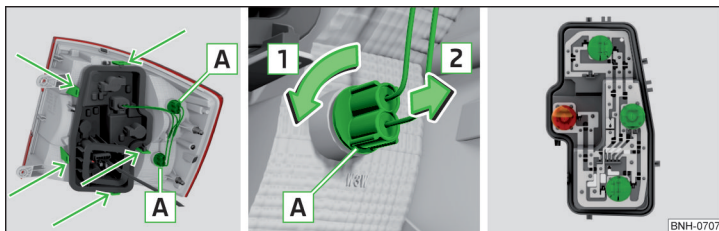

Fig. 278 Partea exterioră a lămpii/Scoaterea becului/Suportul de lampă
- › Rotiți soclul, împreună cu becul cu incandescentă **A** în sensul săgeții **1** » fig. 278.
- › Deblocați soclul becului în zonele marcate cu săgeți » fig. 278 și scoateți-l din lampă.